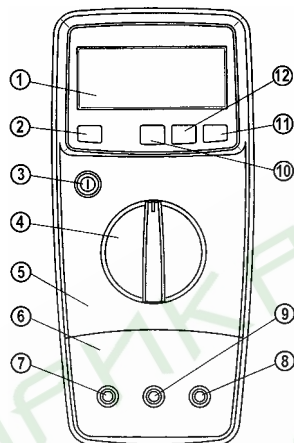

Рисунок 1
2.1 ОРГАНЫ УПРАВЛЕНИЯ, КОММУТАЦИИ И ИНДИКАЦИИ (см. рис. 1)